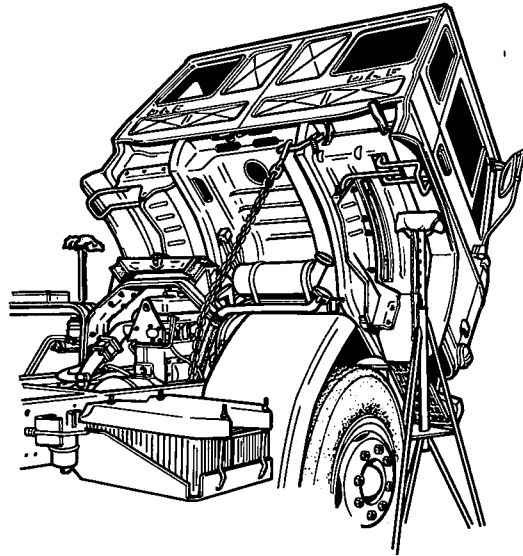

Fig. 7
29. Kantel de cabine tot in de „neutrale stand” (zie 1-05-1, blz. 3). **Breng een ketting** aan tussen het brugstuk en de haak van het veiligheidsvergrendelmechanisme I (fig. 7). Plaats bokken onder de cabine, zodat de cabine niet meer terug kan kippen.